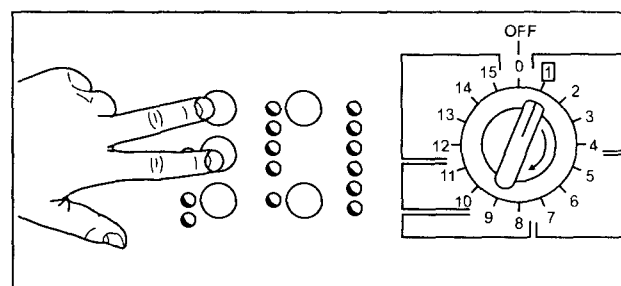

Рис. 5.1.2. Передняя панель СМ ELECTROLUX с системой управления EWM 1000
- на передней панели СМ одновременно нажимают и удерживают кнопки, как показано на рис. 5.1.2;
- поворачивают ручку селектора программ по часовой стрелке в положение 1 (см. рис. 5.1.2).
На этом этапе можно проверить функционирование управляющих кнопок и индикаторов на передней панели СМ: при нажатии на кнопку загорается соответствующий индикатор (и наоборот). Кроме того, при проведении подобной проверки в СМ с вертикальным расположением кнопок (см. рис. 5.1.2) раздается звуковой сигнал. Отметим, что в этом режиме остальные индикаторы, функционально не связанные с соответствующими кнопками, просто мигают.